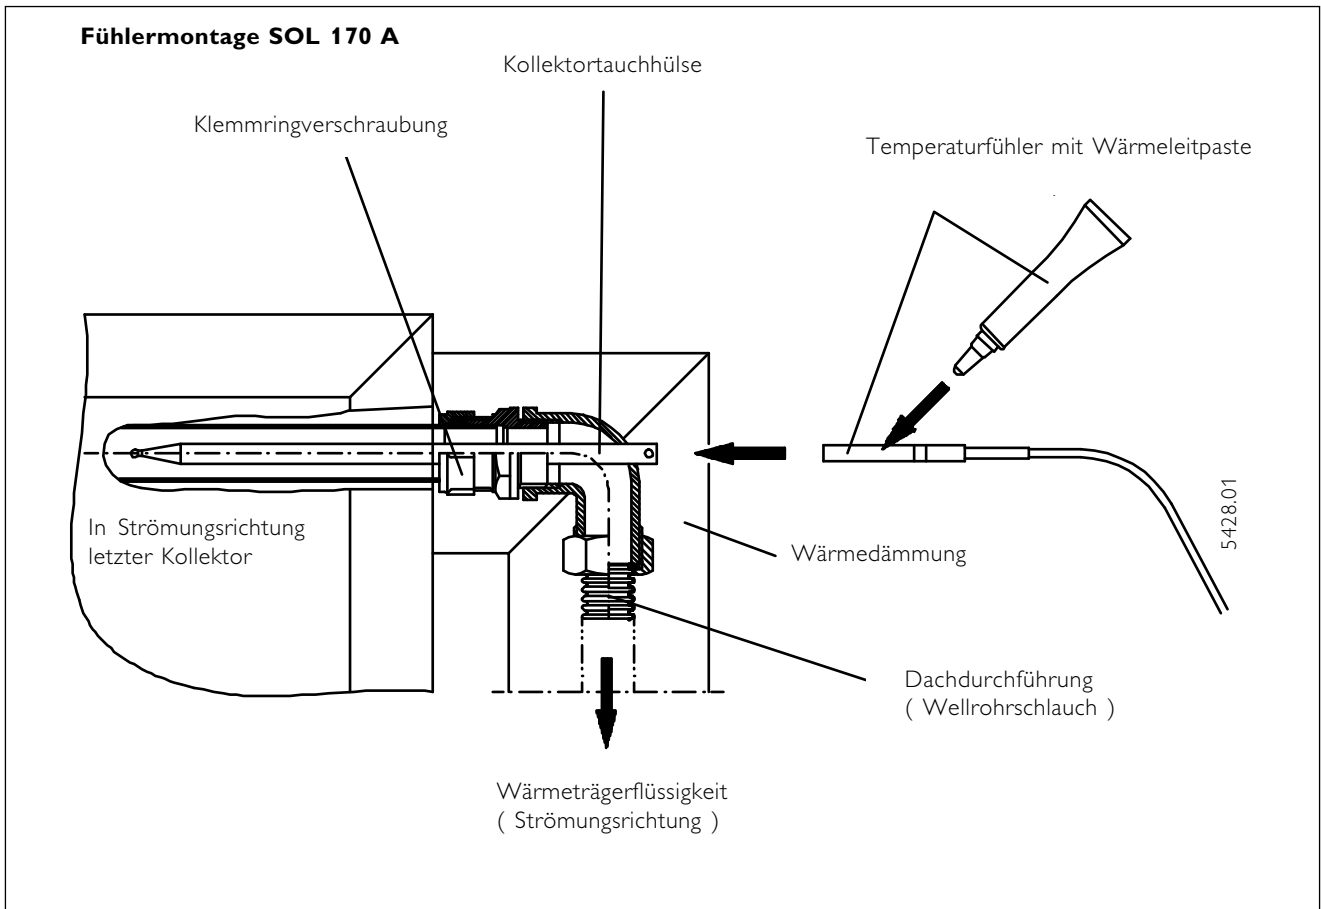

Abb. 3
2.2 Fühlermontage (Abb. 3 und 4)
Die korrekte Anbindung des Kollektorfühlers ist für eine einwandfreie Funktion einer Solaranlage von entscheidender Bedeutung. Bei Stiebel Eltron Kollektoren wird der Fühler in Fließrichtung des Wärmeträgermediums gesehen am letzten Kollektor installiert. (Abb. 3 bzw. 4) Dazu ist am letzten Kollektor die Kollektortauchhülse zu montieren und einzudichten.